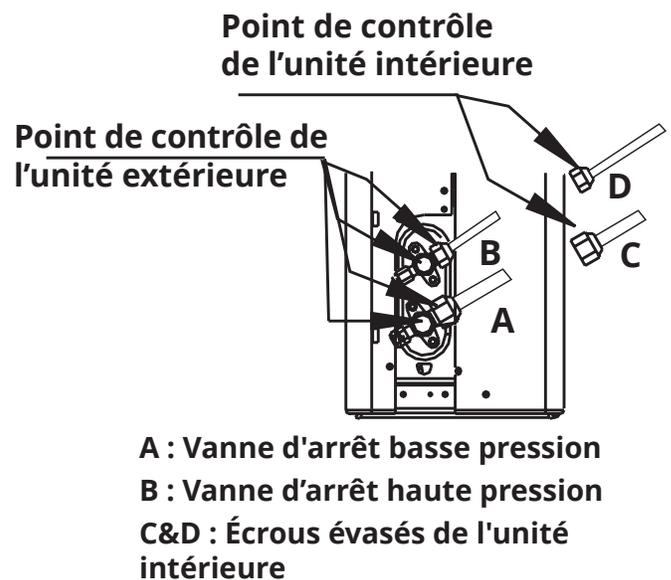

Figure 10.1
Il existe deux méthodes différentes pour vérifier les fuites de gaz. Utilisez la **figure 10.1** ci-dessous comme guide pour les points critiques à vérifier pour les fuites.
**OBSERVATION : La figure 10.1 ci-dessus est présentée à des fins de démonstration uniquement. Il représente les points de connexion à vérifier pour les fuites.**